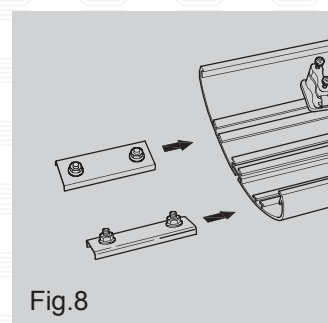

Fig.8
- **Giunto Lineare a Scomparsa** : Permette di realizzare una giunzione invisibile in linea tra due moduli. Infilare i giunti a scomparsa nelle guide interne dei due apparecchi (Fig. 8), e avvitare su di un apparecchio. Inserire il giunto lineare sporgente nella guida dell'apparecchio da unire e procedere alla chiusura, facendo particolare attenzione ad unirli bene.
- **Invisible Straight Joint** : used to make an invisible straight joint between two modules. Introduce the hidden joints in the internal guides of the two apparatuses [Fig. 8] and screw them on an apparatus. Introduce the protruding linear joint in the guide of the apparatus to join and close, paying particular attention to join them properly.